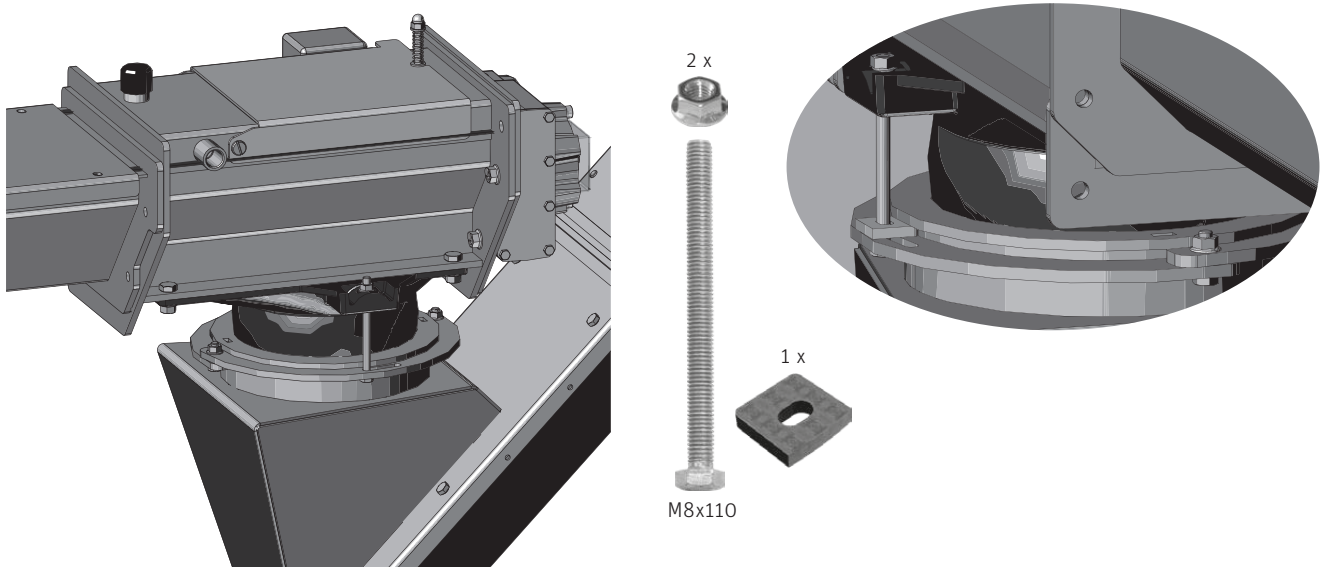

Fig. 144 Übergabeblock [1] auf Übergabesteig-/zwischenschnecke montiert
- Übergabeblock [1] mit Übergabesteig-/zwischenschnecke [2] zusammenführen und 2 x mit Sechskantschrauben M8x110 und 1 x mit Ausgleichsplättchen verschrauben (siehe auch Montagehinweise bei Pkt. 13.10) – Fig. 144.